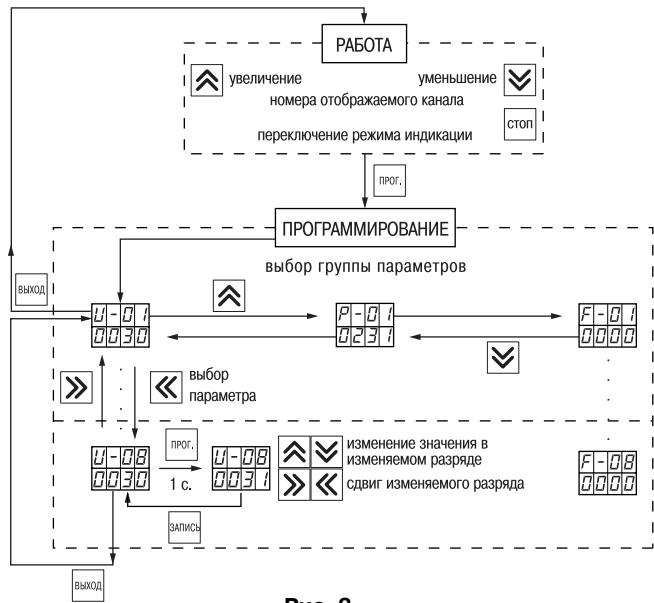

Рис. 3
10.1.2. Программируемые параметры распределены на три группы – "**U**", "**P**" и "**F**" (рис. 3).
10.1.4. После выбора программируемого параметра для его изменения нужно кратко нажать кнопку (~1 с), см. рис. 3.